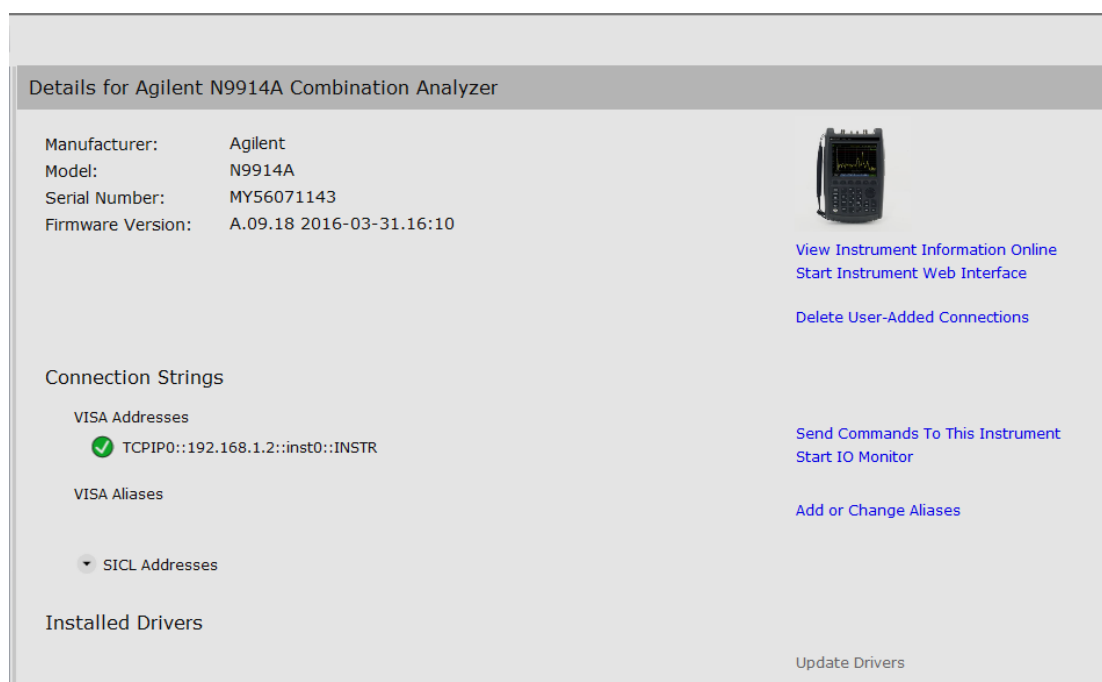

图 8. PC 端和手持表连接配置完成
- 3) 点击【Accept】后，会出现图 8 所示界面。至此，PC 端和手持表之间的连接配置完成。注意连接完成以后的操作都是基于 PC 端的，无需再操控手持表。